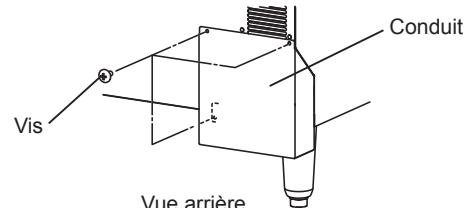

Fig. 1
5) Fixer le conduit au panneau arrière à l'aide des trois vis fournies. Voir fig. 1.